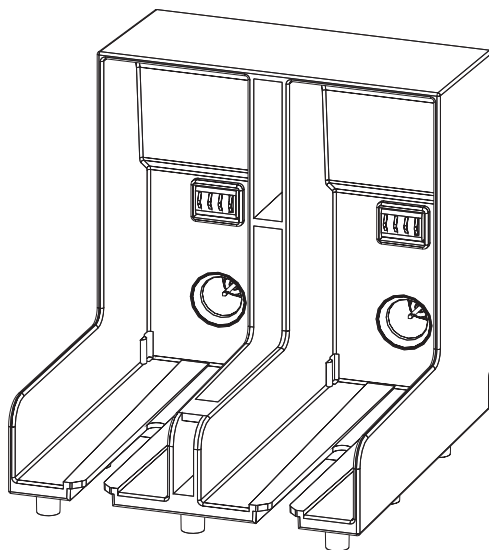

图 6-3: 盒架插槽
- 5 把新墨水盒按键对准适当的盒架插槽（第 6-4 页的图 6-3），然后将其插入墨水盒架。